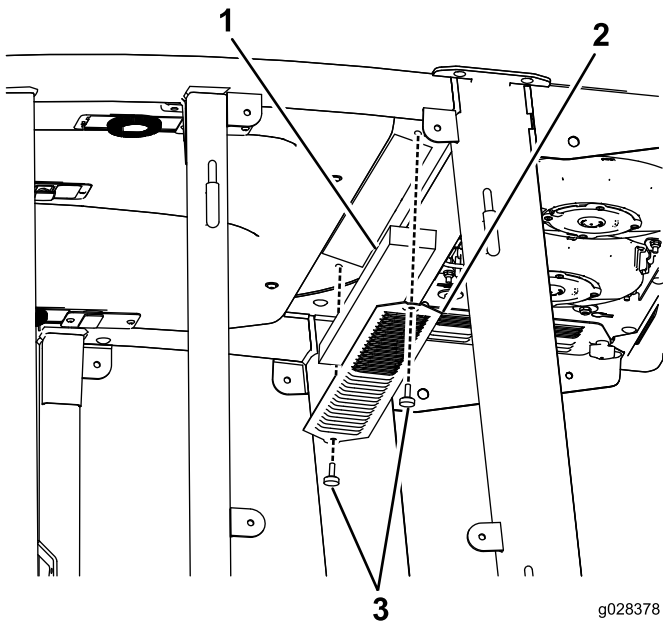

Рисунок 55
1. Выверните винты и снимите решетки у салонного и заднего воздушных фильтров кабины (Рисунок 55).